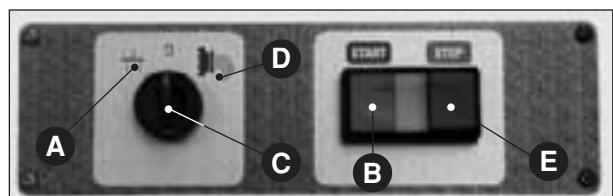

Fig. 11
- fermare la macchina mettendo il selezionatore sulla posizione "0" (**Fig. 11 C**) e girarlo poi sulla posizione di impasto  (**Fig. 11 A**) per 10-15 secondi in modo da eliminare la pressione sulla trafilatura dovuta al prodotto;
- rimettere infine il selezionatore sullo "0" (**Fig. 11 C**) o premere il pulsante STOP (**Fig. 11 E**);
- Nella posizione “0” (Fig. 11 C) tutti gli organi della macchina devono essere fermi; nella posizione “trafila” (Fig. 11 D) il mescolatore ruota in un senso; nello stesso senso deve girare la coclea (verificare dalle feritoie del coperchio); nella posizione “mescolare” (Fig. 11 A) gli organi devono girare in senso contrario.